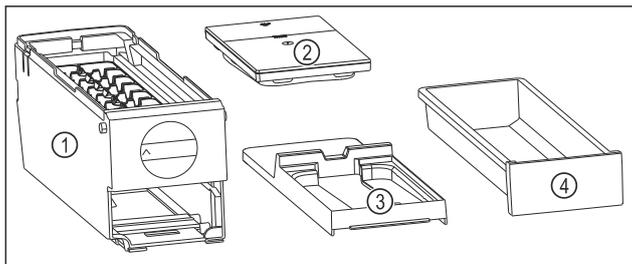

Fig. 98 Componentes del EasyTwist-Ice
- ▷ El EasyTwist-Ice está desmontado en cuatro piezas. (consulte Fig. 98)
- ▶ Desmontar el EasyTwist-Ice solo en los componentes mostrados. (consulte Fig. 98)
- ▶ Limpiar el cuerpo del EasyTwist-Ice Fig. 98 (1) en su totalidad.